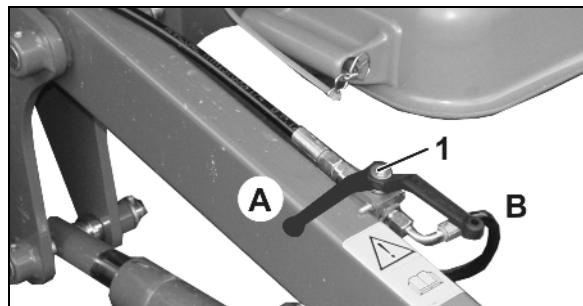

Рис. 99
- Держите шаровой кран (Рис. 99/1) в положении **B**,